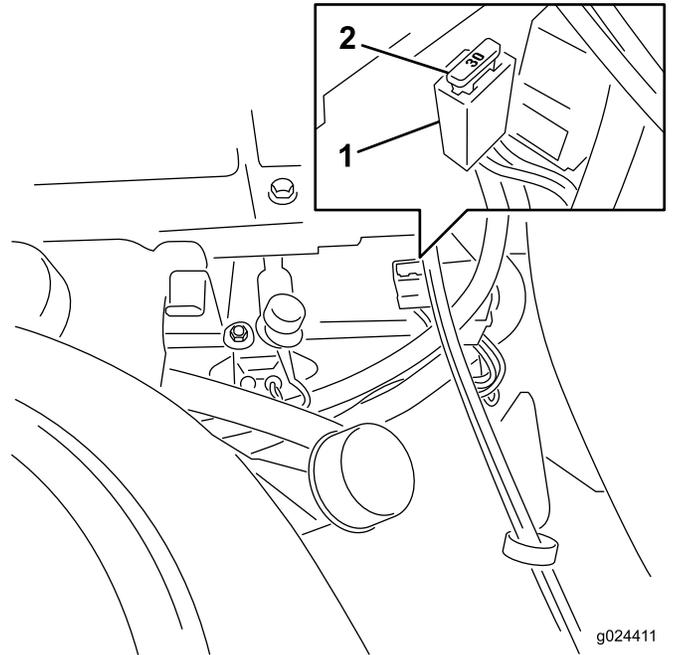

Figure 54
Remarque: Les fusibles sont situés sur la console droite, près du siège (Figure 54).
1. Pour remplacer le fusible principal, tirez-le bien droit hors du porte-fusibles (Figure 54).
4. Placez un fusible devant l'emplacement dans le porte-fusibles (Figure 54).
5. Poussez le fusible dans le porte-fusibles jusqu'à ce qu'il soit complètement engagé (Figure 54).